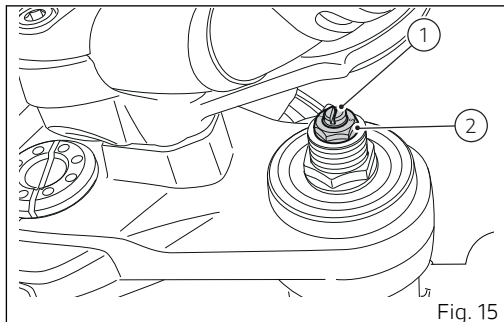
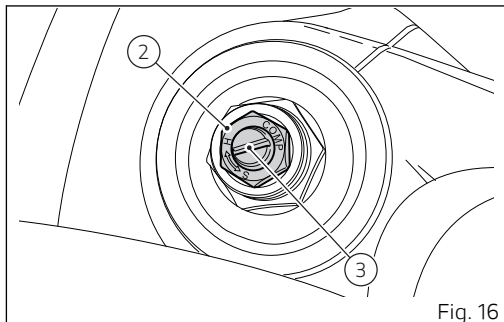

Fig. 15
Fig. 16
- 1) para modificar la amortiguación hidráulica en extensión (Fig. 15);
- 2) para modificar la precarga de los muelles interiores (Fig. 15) y (Fig. 16);
- 3) para modificar la amortiguación hidráulica en compresión (Fig. 16).
Para modificar la precarga del muelle interior en cada barra, girar el dispositivo de regulación (2, Fig. 15) y (2, Fig. 16), con una llave exagonal, completamente en el sentido contrario a las agujas del reloj, para obtener la posición de todo descargado. Desde esta